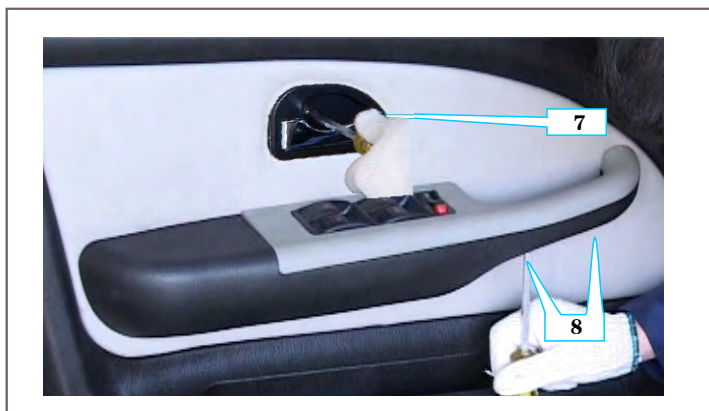

图10-65 装门内拉手及护板
⑪ 装上内拉手螺钉7和门护板开关面板8。（如图10-65所示）。